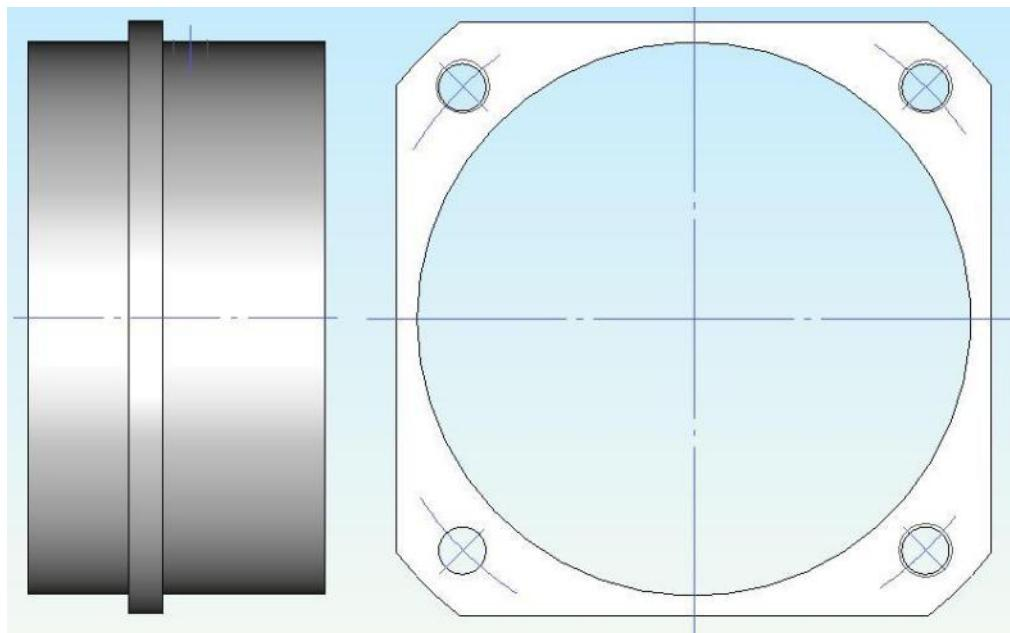

Рисунок 6. Построение фланца
- В результате должно получиться следующее (рис.6).